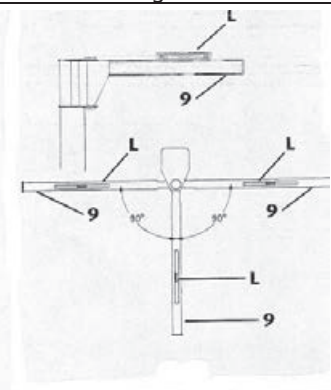

Fig.47
7. Vérifier la flèche à l'aide d'un niveau à bulle **L**. Cela, en tournant le bras à 90 ° à gauche et à droite (fig. 47)